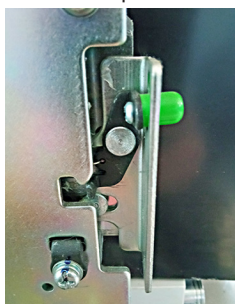

Рисунок 24
4.9.5 Для того, чтобы извлечь выключатель из корзины, необходимо нажать левую и правую кнопки, расположенных на ручках направляющих корзины, чтобы вывести направляющие из состояния зацепления (рисунок 24), и одновременно потянуть левую и правую ручки, чтобы затем поднять его вверх и вытащить блок выключателя с направляющих корзины.